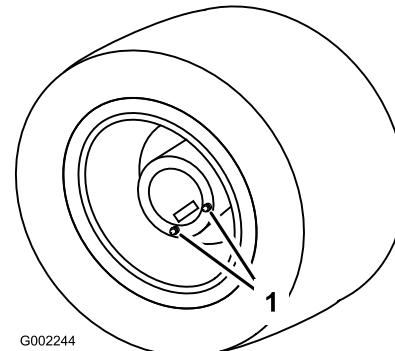

Bild 48
- Stellen Sie das Sprühgerät auf eine ebene Fläche. Die Hinterräder sollten für das Ablassen positioniert sein (siehe Bild 48).
3. Stellen Sie eine Wanne unter die Ablassschrauben und nehmen Sie sie vom Rad ab (Bild 48).